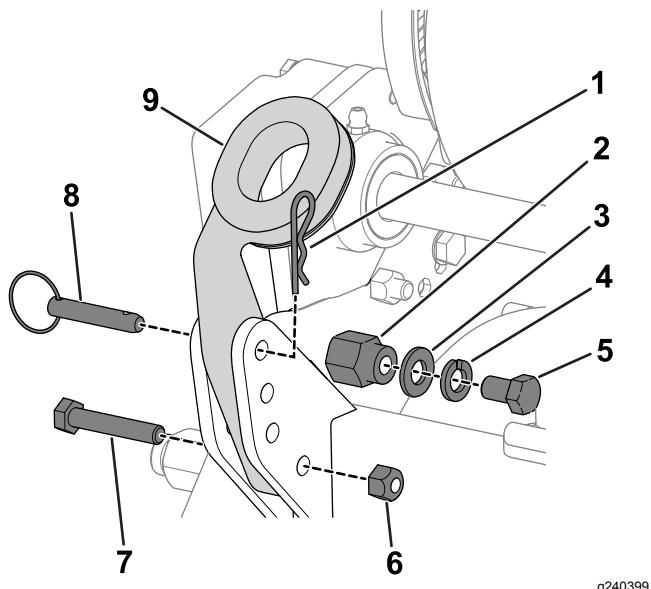

Figura 3
1. Retire os parafusos, porcas de bloqueio, ganchos de anel e pernos de gancho que fixam a parte inferior dos braços da pega de cada lado da máquina (Figura 3).
2. Retire os parafusos, anilhas e anilhas de retenção dos pinos de montagem em cada lado da máquina (Figura 3).
3. Insira as extremidades do manípulo através dos orifícios nos braços do manípulo e alinhe os furos com os pinos de montagem (Figura 3).
6. Utilize os parafusos (5/16 pol.), porcas de bloqueio, pernos de gancho e ganchos de anel que retirou previamente para fixar os braços da pega à parte posterior da estrutura (Figura 3).